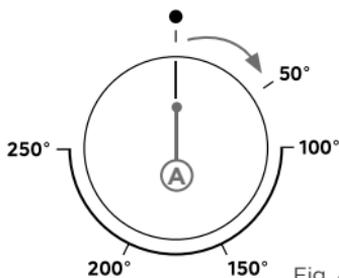

Fig. 4
1. Para configurar a temperatura de cozimento, gire o botão de temperatura para a direita até o indicador chegar na temperatura desejada (“A” - Fig. 4).